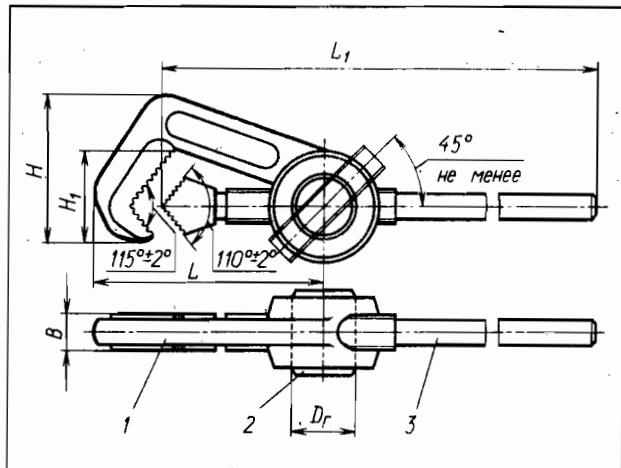

Рис. 44. Ключ трубный накидной
**Трубный накидной ключ** (рис. 44) состоит всего из трех деталей. Накидная скоба 1 шарниро соединена с гайкой 2. Эта гайка имеет необычную форму. В стержне просверлено отверстие под углом к продольной оси. На концах этой оси установлена скоба. В отверстии нарезана трапециoidalная резьба, с помощью которой соединяется гайка 2 с рычагом 3. Вращая последний, устанавливаем размер между губками, соответствующий диаметру трубы. При этом необходимо обеспечивать параллельное расположение зубцов рычага относительно зубцов накидной гайки.